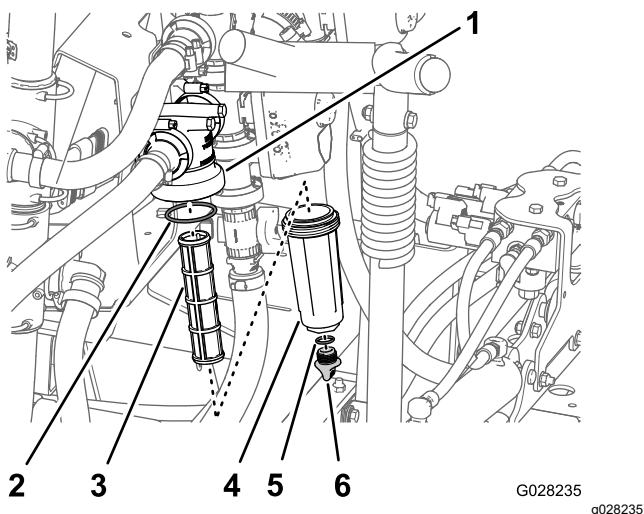

Figure 53
2. Placez un bac de vidange sous le filtre de pression (Figure 53).
3. Tournez le bouchon de vidange dans le sens antihoraire et déposez-le de la cuvette du filtre de pression (Figure 53).
4. Tournez la cuvette dans le sens antihoraire et déposez la tête du filtre (Figure 53).
5. Retirez l'élément du filtre de pression (Figure 53).
7. Contrôlez l'état et l'usure du joint du bouchon de vidange (à l'intérieur de la cuvette) et du joint de la cuvette (à l'intérieur de la tête du filtre) (Figure 53).
8. Placez l'élément dans la tête du filtre de pression (Figure 53).
9. Vissez la cuvette sur la tête du filtre à la main (Figure 53).
10. Vissez le bouchon de vidange sur le raccord au fond de la cuvette et serrez-le à la main (Figure 53).